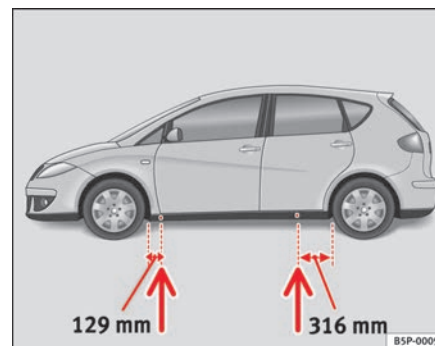

Abb. 171 Aufnahme-
- Suchen Sie den Aufnahmepunkt am Unterholm, der dem zu wechselnden Rad am nächsten liegt ⇒ Seite 256, Abb. 171.
Am Unterholm kennzeichnen jeweils vorn und hinten Eindrückungen die Stellen, an denen der Wagenheber angesetzt werden darf ⇒ Seite 256, Abb. 171. Es gibt für jedes Rad genau eine Stelle. An anderen Stellen darf der Wagenheber nicht angesetzt werden.